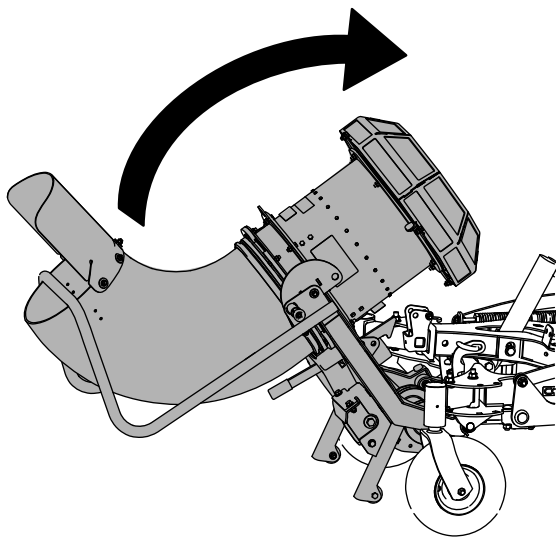
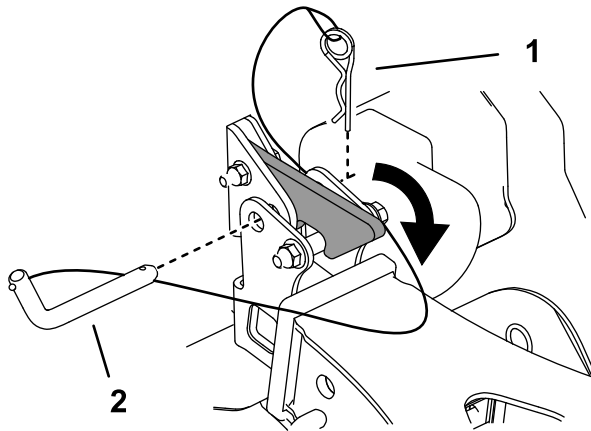

Figure 24
Figure 25
- Levez la souffeuse jusqu'à ce qu'elle s'enclenche sur le dispositif d'attelage (Figure 24 et Figure 25).
2. Fixez-la sur le dispositif d'attelage avec la goupille d'attelage et la goupille fendue attachées au dispositif (Figure 25).